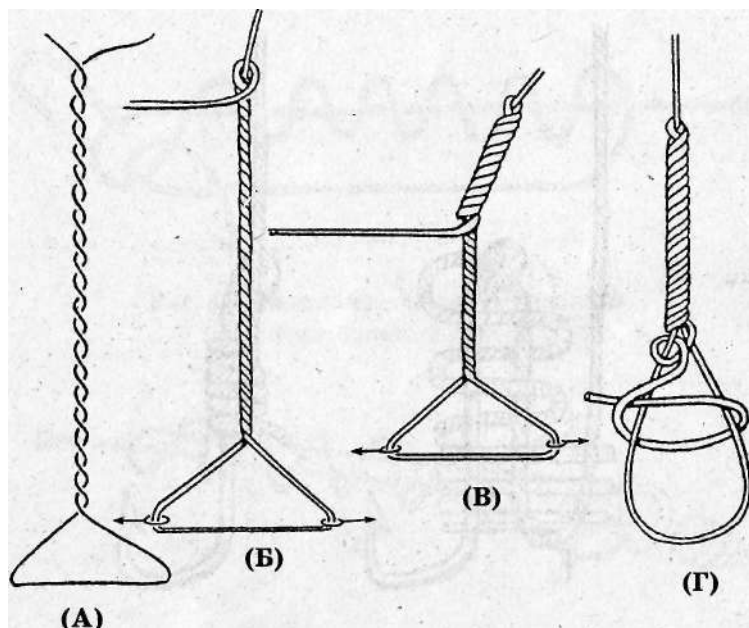

Рис. 40. Перекрут Бимини
**Способ завязывания узла:** формируем большую петлю (1 метр и более), затем выполняем около 20 плотных оборотов **рис. 40 А** одной лески вокруг другой. Переводим ходовой конец через руку, удерживая свободную петлю таким образом, чтобы можно было равномерно закручивать леску, растягивая петлю в стороны. Выполняем встречный поворот для закручивания **рис. 40 Б, В** от точки расхождения веревок вверх и оборачиваем ходовой конец вокруг топа вниз, делая второй пласт поверх уже закрученного. Заканчиваем узел двумя полуштыками, первый — вокруг одной части петли, второй — вокруг обеих **рис. 40 Г**.